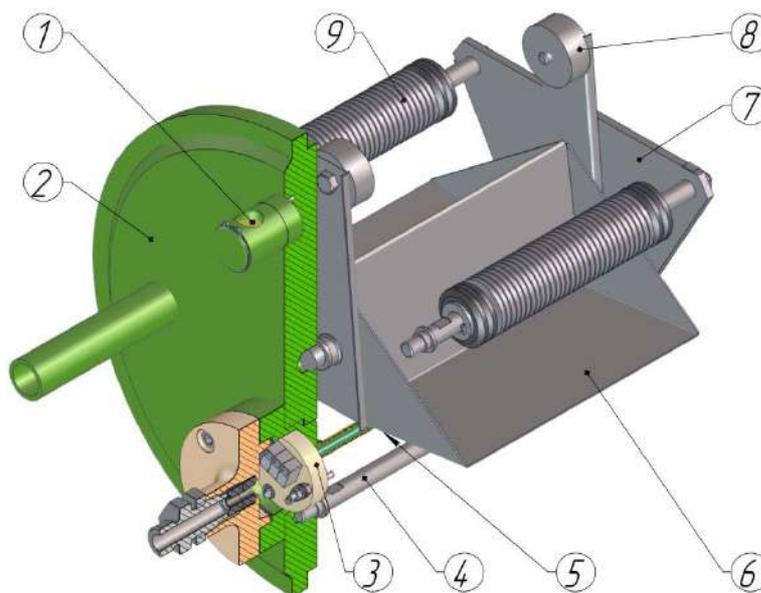

Рисунок 1.2 – Измерительный преобразователь
Измерительный преобразователь (рисунок 1.2) включает в себя измерительную камеру (6). Для изменения (регулировки) центра массы измерительной камеры на ней расположены два груза (8). Измерительная камера установлена на крышке (2) и опоре задней (7) на втулках. Опора задняя закреплена на крышке шпильками (4). В измерительный преобразователь входят так же гаситель удара (9), демпфер (для ЭМ-300-210 и ЭМ-300-480), датчик импульсов [датчик импульсов с нормированным выходным сигналом] (3), индикатор уклона (1) для регулировки положения счетчика в пространстве. Измерительные преобразователи различаются размерами измерительной камеры.
Принцип работы измерительной камеры заключается в следующем. Одна часть измерительной камеры заполняется измеряемой средой до тех пор, пока не нарушается равновесие. После этого камера поворачивается и накопленная жидкость сливается. Одновременно начинается заполнение другой части камеры. При опрокидывании измерительной камеры происходит удар краем её незаполненной части о гаситель удара (9) (см. рисунок 1.2).